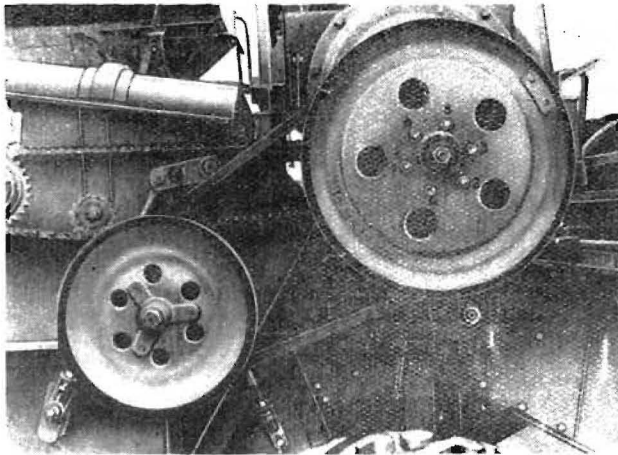

Bild 53 Spannen des Keilriemens am Dreschwerk
7. Wechseln der Keilriemenscheiben und Spannen des Keilriemens (Bild 53)